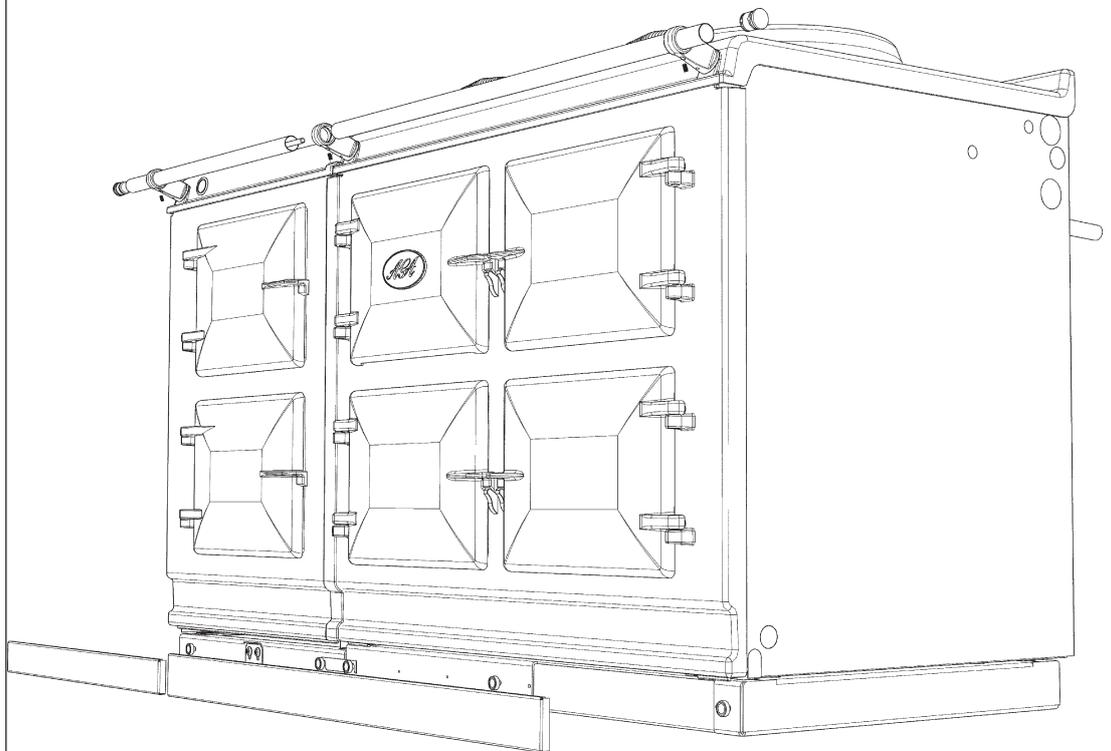

Fig. 17
11. Sur les 5 appareils du four, mettre l'écrou tous fils dans l'insert situé à l'une des extrémités de la main courante, puis alimenter la main courante par le support (en veillant à ce que l'écrou tous fils dépasse du côté droit de la main courante du placard chaud) et visser les mains courantes entre elles. (Voir figure 17).